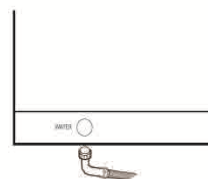

Fig. 6
- 4- Brancher l'électrovanne de charge au robinet d'alimentation en utilisant le tuyau flexible en dotation. (Fig.6)